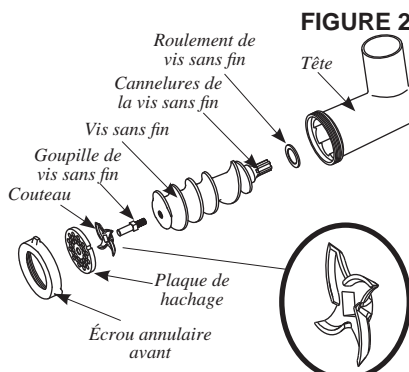

FIGURE 2
3. Insérer la **vis sans fin**, avec le **roulement de la vis sans fin** fixé sur la **tête** (Figure 2). Aligner les **cannelures de la vis sans fin** à l'arbre d'entraînement du hachoir.
4. Placer le **couteau** sur la partie carrée de la **goupille de la vis sans fin** (Figure 2). S'assurer que les lames du **couteau** sont dirigées avec l'extérieur.